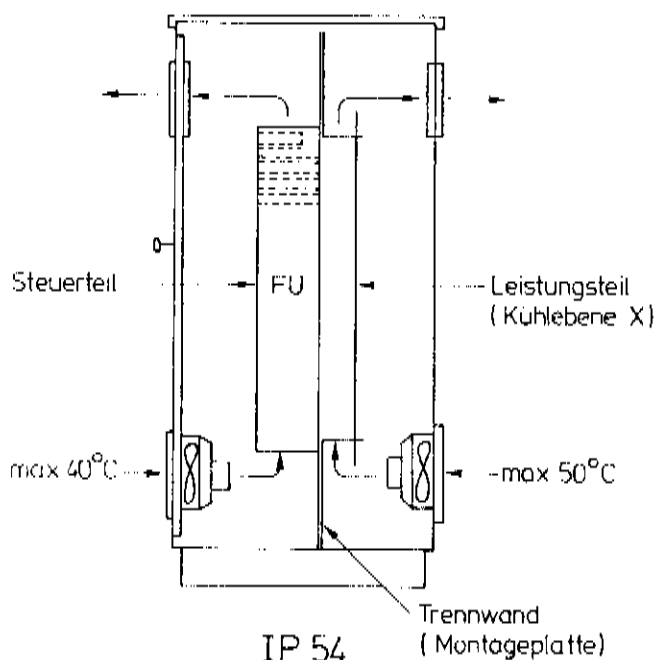

Bild 1
- 4.2.1 Es bieten sich dabei verschiedene Möglichkeiten an. Einmal kann ein Schaltschrank mit einer Trenn- und Befestigungswand verwendet werden, wenn eine hohe Schutzart gefordert ist. (Siehe Bild 1)